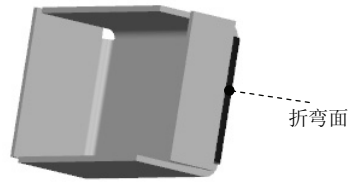

图 4.3.5 选取折弯面
Step4. 选取折弯面。在系统 **选择折弯** 的提示下，选取图 4.3.5 所示的面为折弯面。